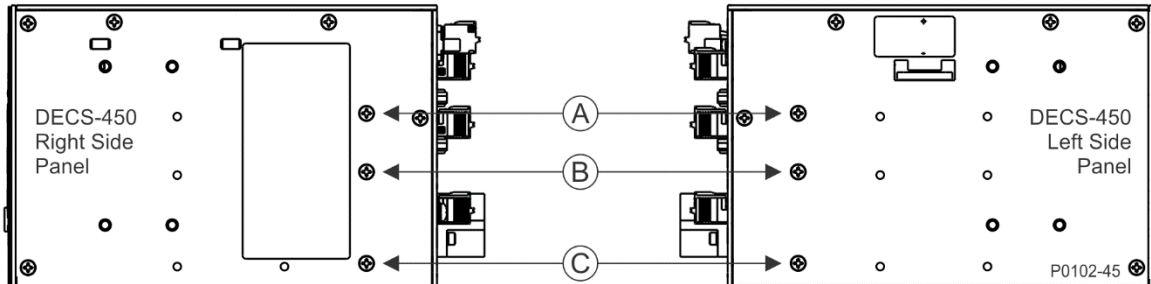

Abbildung 14-7. Positionen der Befestigungsschrauben (DECS-450 abgebildet)
1. Entfernen Sie die sechs in Abbildung 14-7 gezeigten DECS-450R-Schrauben (Locators A, B und C). Drei Schrauben befinden sich auf der linken Seite des DECS-450R und drei Schrauben auf der rechten Seite des DECS-450R.
2. Schieben Sie die Übergangsplattenbaugruppe auf die Rückseite des DECS-450R, wie in Abbildung 14-5 gezeigt. Richten Sie die untersten Befestigungslöcher der Übergangsplattenbaugruppe mit denen des DECS-450R aus (Abbildung 14-7 locator C). Installieren Sie zwei der mitgelieferten Schrauben in den untersten Befestigungslöchern, so dass die Übergangsplatte am DECS-450R befestigt ist, aber vom DECS-450R weggedreht werden kann und den Zugang zu den DECS-450R-Anschlüssen ermöglicht. Siehe Abbildung 14-5.
7. Drehen Sie die Übergangsplattenbaugruppe auf dem DECS-450R in Position und richten Sie die verbleibenden Befestigungslöcher aus. Stellen Sie sicher, dass keine Drähte oder Kabel zwischen dem DECS-450R und der Übergangsplatte eingeklemmt sind. Montieren Sie die restlichen vier mitgelieferten Schrauben, zwei pro Seite, wie in Abbildung 14-7 gezeigt (Locators A und B).